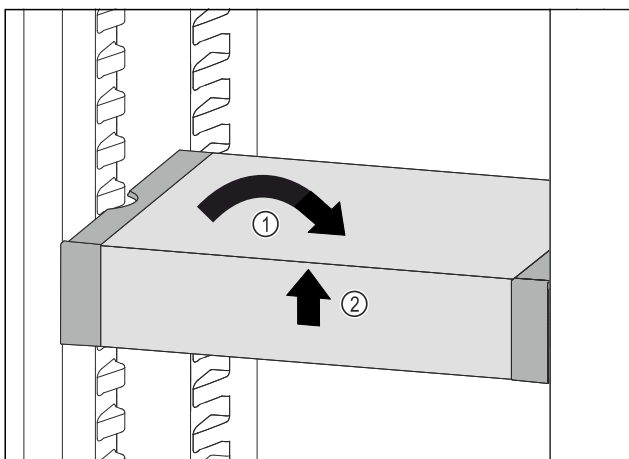

Fig. 60
- ▶ Изправете VarioSafe. Fig. 60 (1)
- ▶ Повдигнете VarioSafe отпред. Fig. 60 (2)